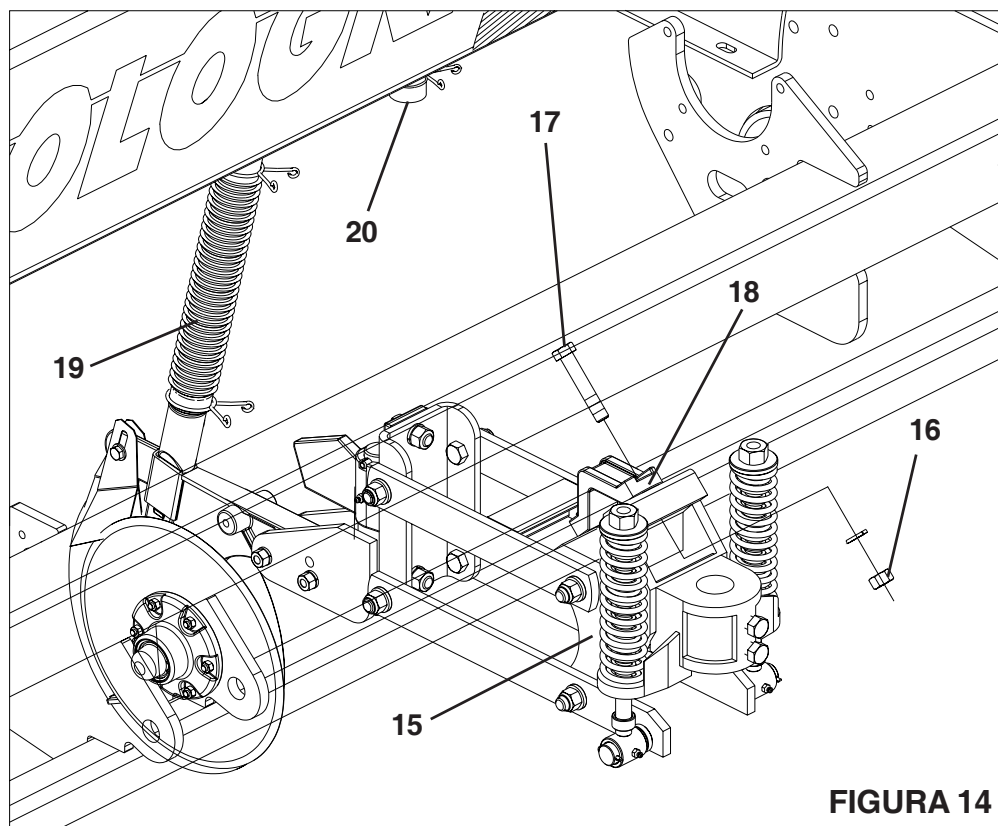

FIGURA 14
6 - Retire o mangote condutor de adubo (19) e feche a saída do depósito de adubo com o tampão (20). (**FIGURA 14**)